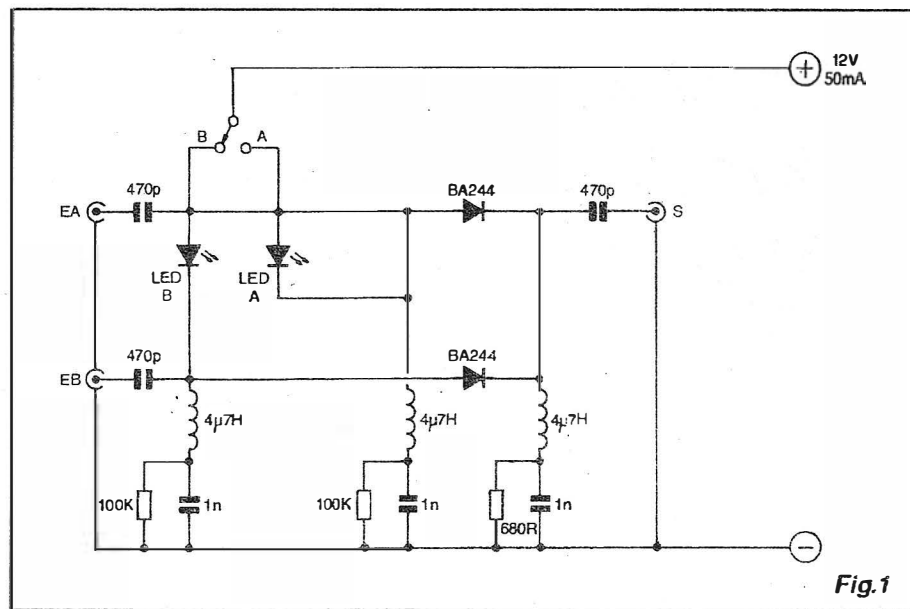

Fig.1
- FIG. 1 - DIAGRAMA ESQUEMÁTICO DO CIRCUITO - O coração do circuito e da idéia reside no uso de um par de diodos rápidos, tipo PIN, código BA244 (podem ser substituídos, se não forem encontrados, por diodos de características semelhantes, como o BA482...). Tratam-se de diodos de comutação, apropriados para o trabalho em VHF, e que apresentam muito baixa capacitância sob elevadas frequências (caso em que agem como se fossem meros - e baixos - resistores...). Sob tais frequências elevadas, os diodos BA244 mostram um puro valor de resistência, inversamente proporcional à corrente direta à qual estejam submetidas suas junções PN internas... Observem no diagrama, que dependendo da posição da chave A-B (1 polo x 2 posições), apenas um dos dois citados diodos receberá corrente direta a nível suficientemente elevado, através do respectivo LED série (para C.C.) e do resistor de 680R... Unicamente *esse* diodo, submetido à corrente *direta* de pouco mais de uma dezena de miliampéres, se tornará condutivo para os sinais de RF, entre os ramais das *entradas* e da *saída* do sistema... O outro diodo, que permanece absolutamente *sem corrente direta* (em virtude da presença dos resistores de 100K aos **anodos** dos ditos cujos...) permanece firmemente bloqueado para altas frequências! O chaveamento, portanto, é firme e consistente, com elevada isolamento entre as